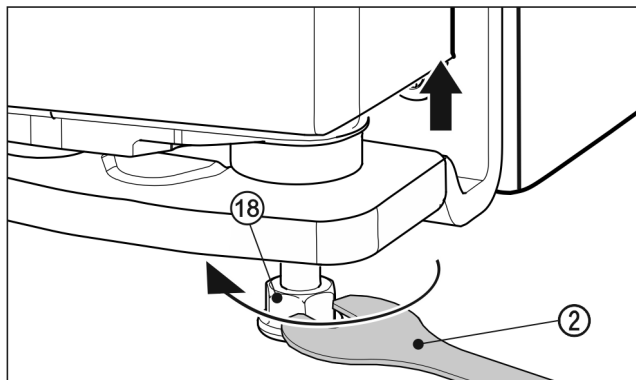

Fig. 25
- Keerake ukse tõstmiseks seadejalga Fig. 25 (18) kaasasoleva lihtvõtmega Fig. 25 (2) paremat pidi põrandaga kokku puuteni välja. Siis keerake edasi, kuni ukse kõrgus on seatud. Tarneseisundis on laagripolt täiesti sisse keeratud.